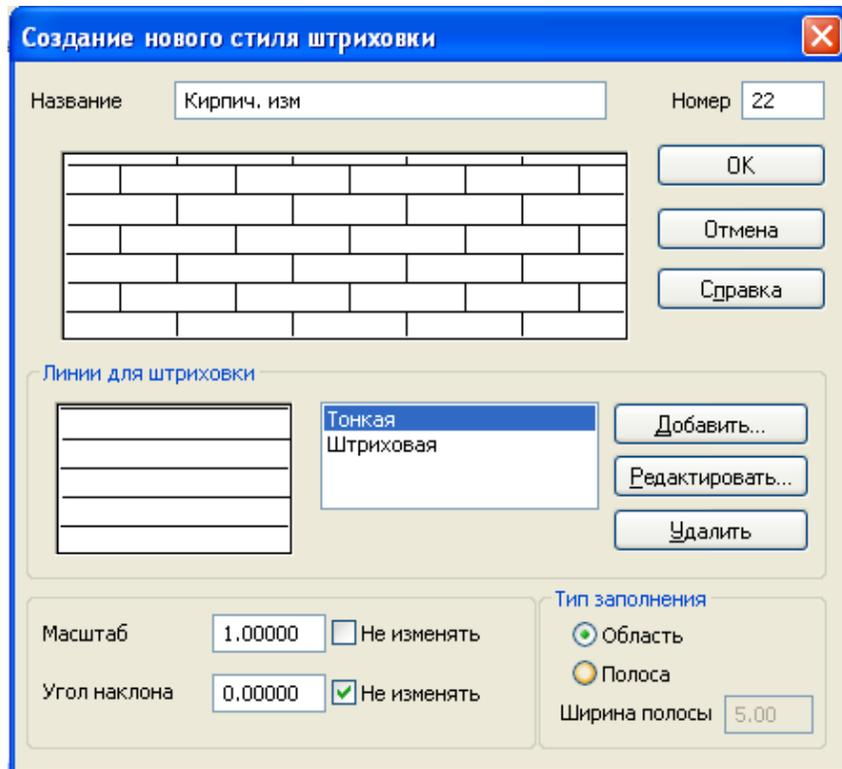

Рисунок 25. Создание нового стиля штриховки на основе уже существующего.
3. Выберите любой стиль и щелкните на кнопке *Новый*. Откроется окно *Создание нового стиля штриховки* (рис. 25), в котором можно настроить или изменить выбранный стиль.